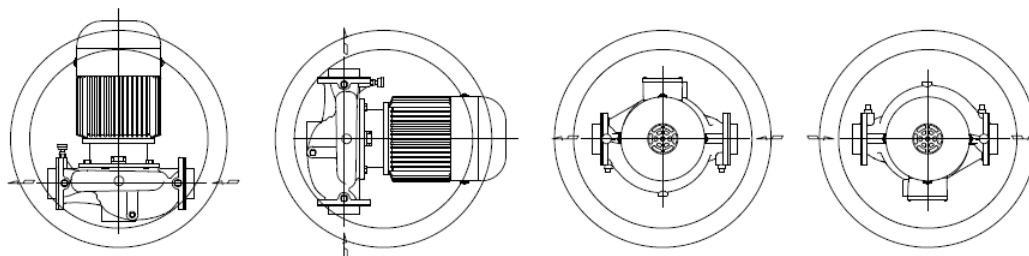

図2 正しい据付け方向
- (1) ポンプは、配管に対して図2の方向で据付けてください。図3のような配管はできません。